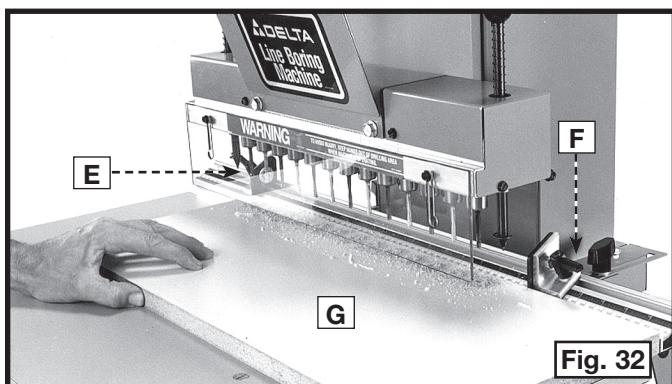

Fig. 32
1. Réglez la butée gauche à 25,4 mm (1 po) à gauche de la dernière mèche sur le côté gauche de la machine (E), fig. 32. Réglez la butée droite à 25,4 mm (1 po) à la droite de la dernière mèche sur la droite de la machine (F), fig. 32. Positionnez la pièce à travailler (G) contre le guide avec le côté gauche de la pièce appuyé contre la butée gauche (E). Mettez la machine en marche, abaissez la poignée et percez les trous.